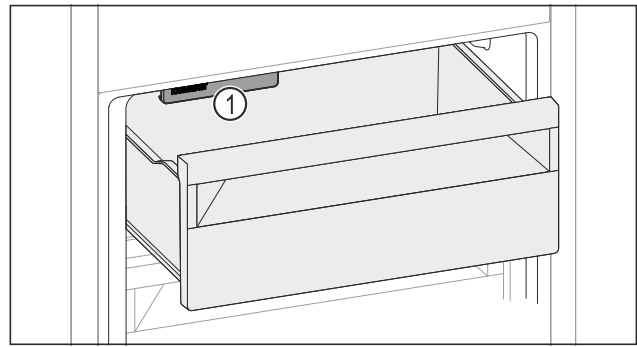

Fig. 133
- ▶ IceMaker Fig. 133 (1) berücksichtigen.